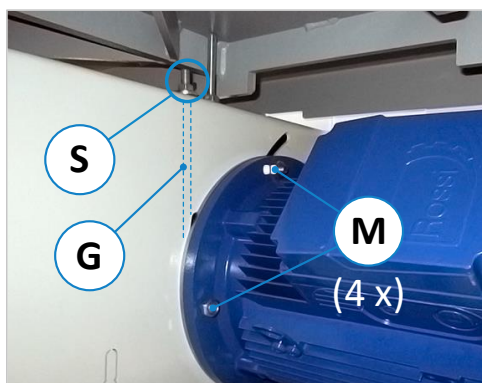

Abbildung 91: Antriebsriemen spannen
- Bandsägeblatt (B) entspannen und herausnehmen (Details dazu siehe Vorgang im Abschnitt ⇒ 11.3).
- Siehe ⇒ Abbildung 91: Die vier Motorschrauben (M) sowie die Spannmutter (S) an Gewindestange (G) lösen, sodass die Antriebsriemen gelöst sind.